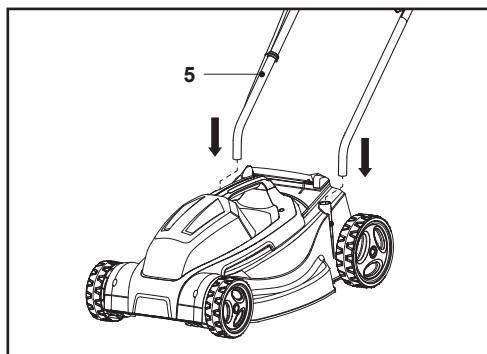
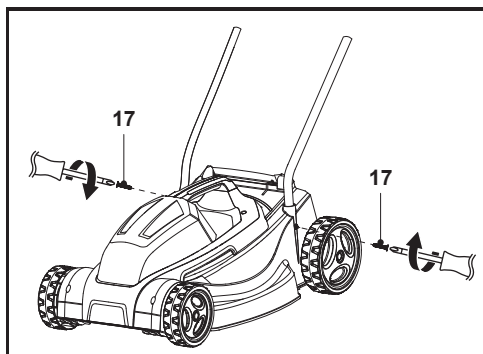

Fig. 1
Fig. 2
1. Introdu bară mânerului inferior (5) în fantele de pe carcasa mașinii de tuns iarba (fig. 1). Fixează mânerul cu șuruburile de blocare (17) (fig. 2).